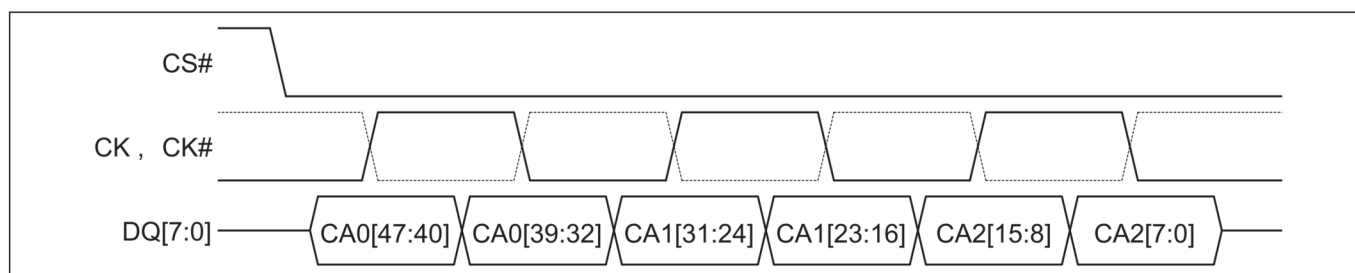

图 6 指令-地址 (CA) 序列^[4-7]
4. 图 6 显示 HYPERBUS™ 扩展 I/O 上所有传输的前三个时钟周期。